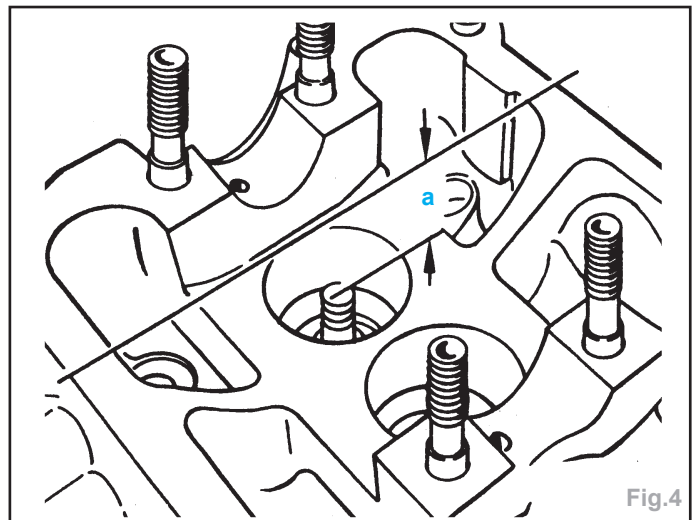

Fig.4
- Mesurer l'écart entre le bord de la culasse et la soupape (Fig.4).